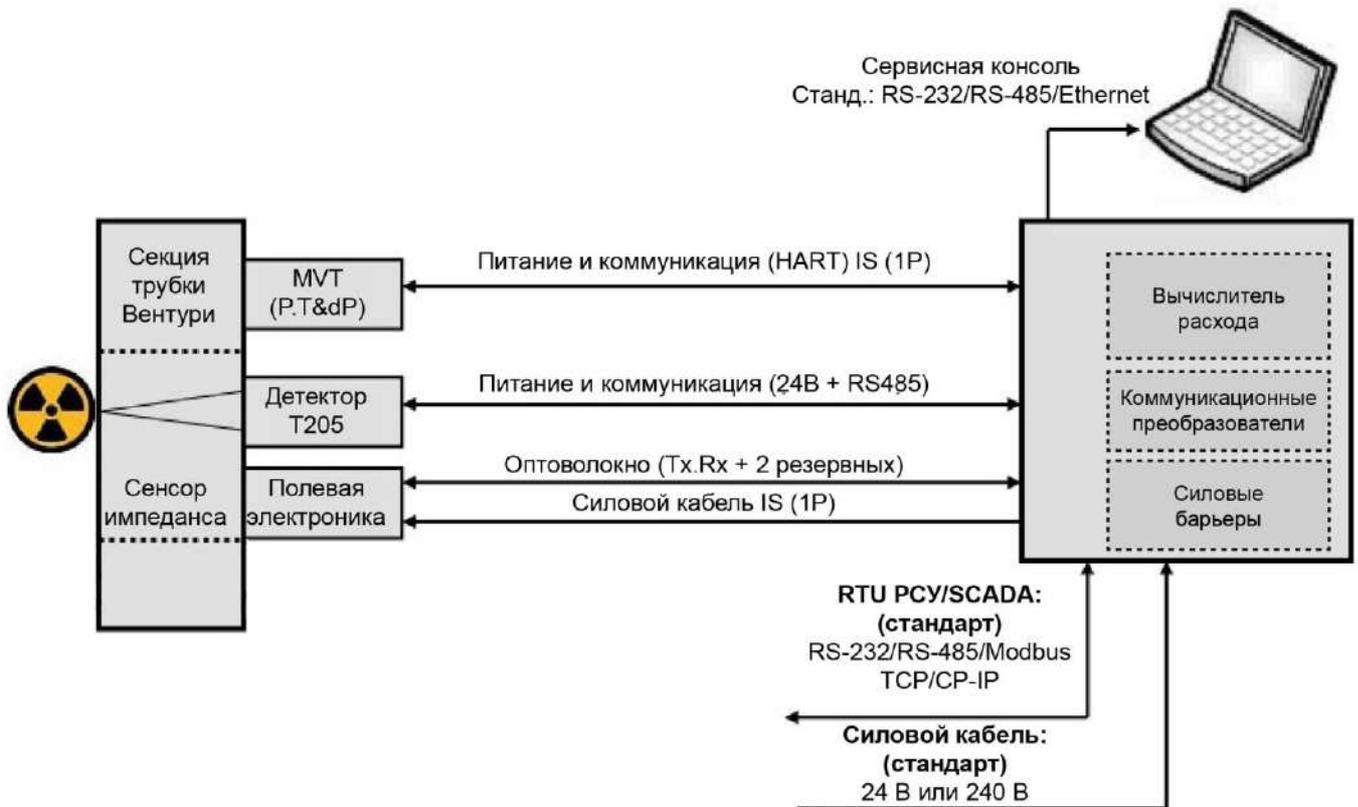

Рисунок 2. Блок-схема Roxar MPFM 2600 с многофазной системой определения содержания соли Roxar
- передняя и задняя панель, устанавливаемые на 19-дюймовую стойку (см. п. 6.10, 0 и рисунок 2).